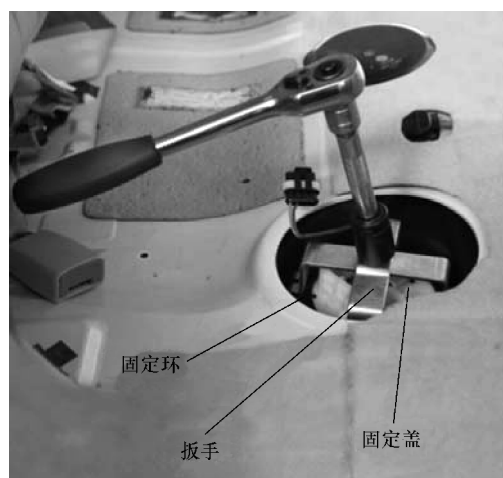

图 18-9 拆卸固定环和固定盖
5) 用油箱燃油泵盖扳手拆卸固定环，如图 18-9 所示。
- 5) 用燃油箱燃油泵盖扳手拧紧固定环，如图 18-9 所示。